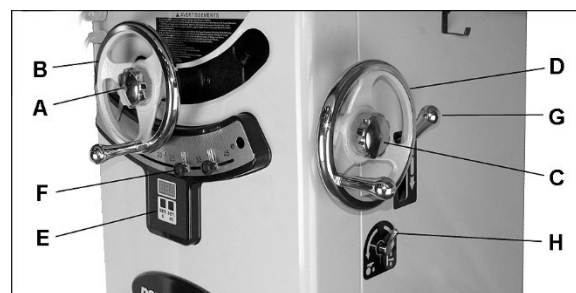

Figura 8-1: ajustes de la hoja
Vea la Figura 8-1.
Para subir o bajar la hoja, afloje la perilla de traba (A, Figura 8-1) y gire el volante (B) delante de la sierra hasta que se logre la altura deseada. Apriete la perilla de traba (A). La hoja debe subirse aproximadamente 1/8" por encima de la superficie superior del material que se está cortando.
Para enganchar el sistema de ruedecillas orientables, suba y baje la manija (G, Figura 8-1) unas 4 o 5 veces.